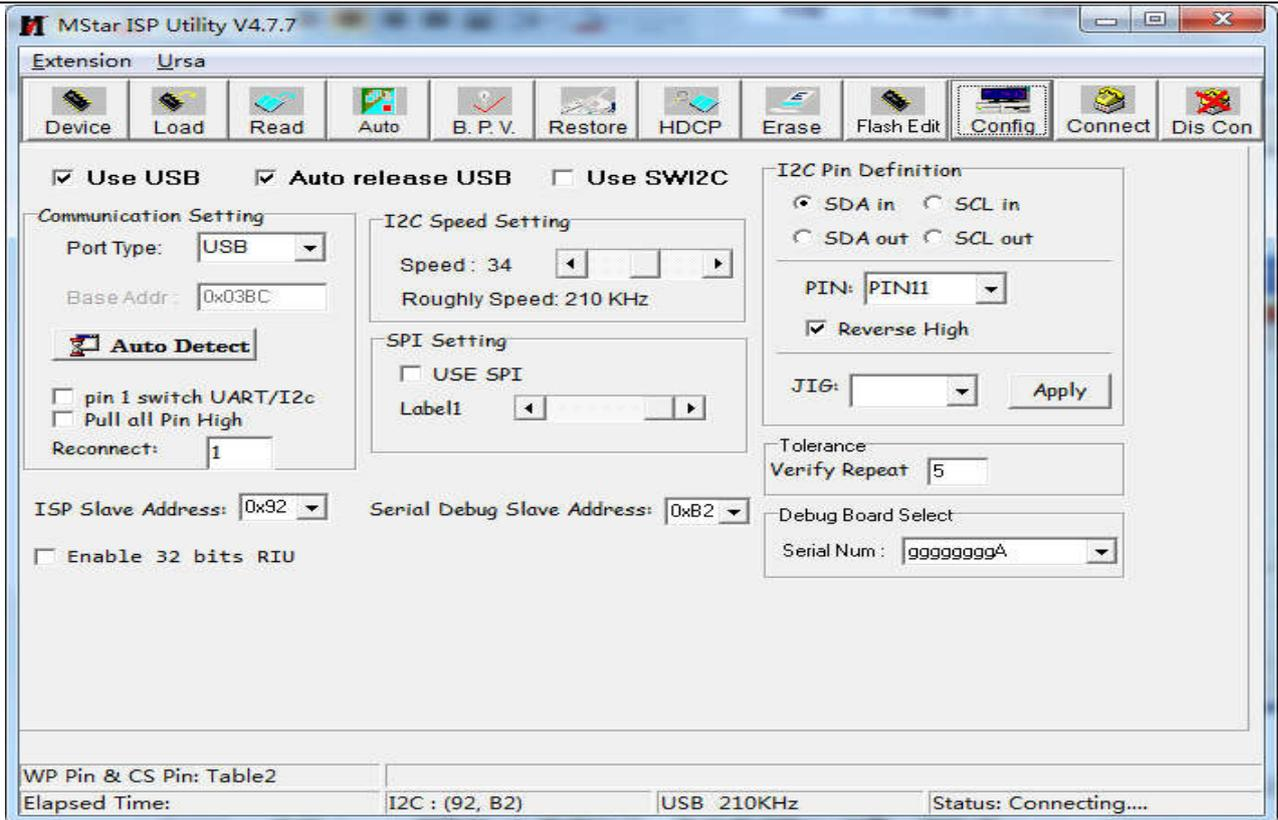

图 3.3
- 6) 将 Use USB 勾选，ISP Slave Address 选择 0x92，Serial Debug SlaveAddress 选择 0xB2，I2C Speed Setting 中的 Speed 调整到 34 就可以了（有问题可以适当下调到 25 左右），其他使用默认设置。如下图 3.3。